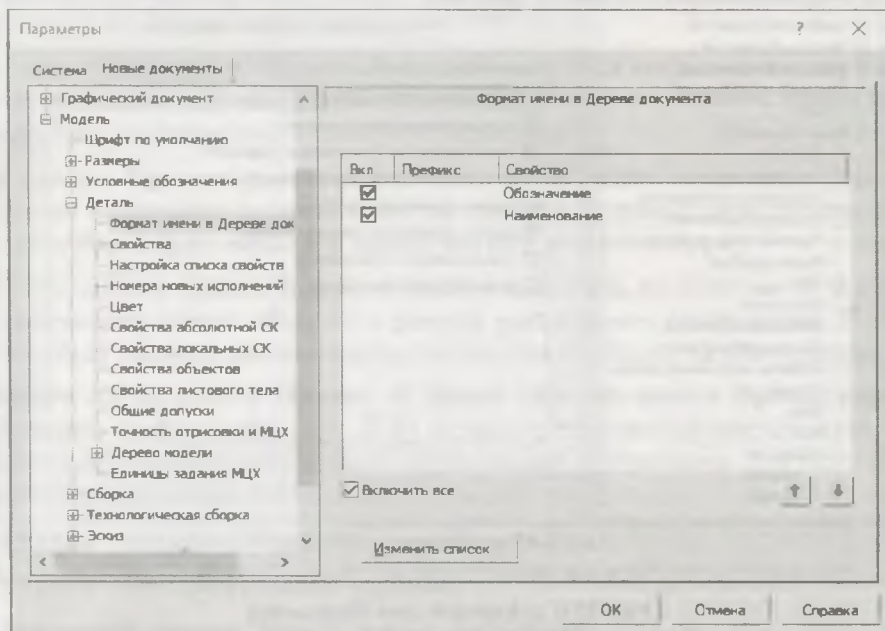

Рис. 27.9. Диалоговое окно **Параметры** с открытой панелью **Формат имени в Дереве документа**
- ◆ щелкните ЛК по пункту **Формат имени в Дереве документа** — справа раскроется панель **Формат имени в Дереве документа** (рис. 27.9), на которой выполняется